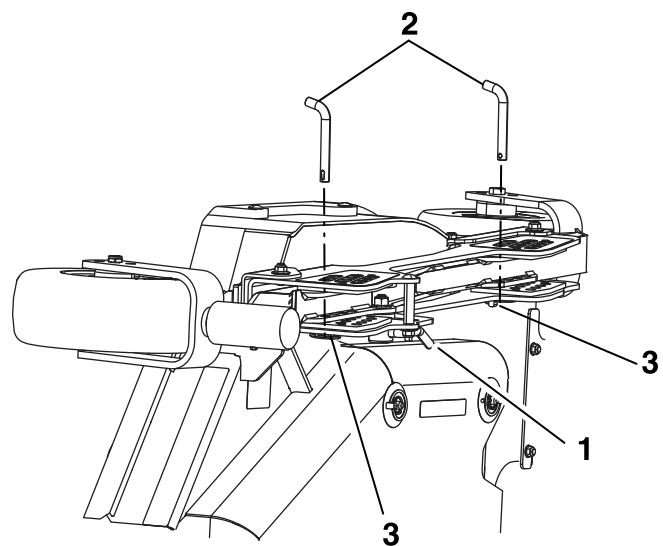

Figure 71
3. Déverrouillez les verrous à came des tabliers latéraux gauche et droit (Figure 71).
4. Déposez et conservez la goupille à anneau de hauteur de coupe du tablier latéral (Figure 71).